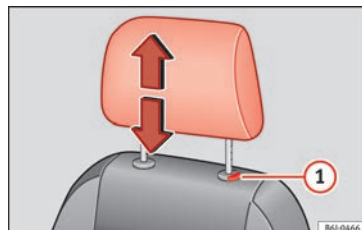

Abb. 141 Kopfstütze vorne: Einstellung und Ausbau.
- Sicherungstaste ❶ drücken » Abb. 141 und Kopfstütze herausziehen.